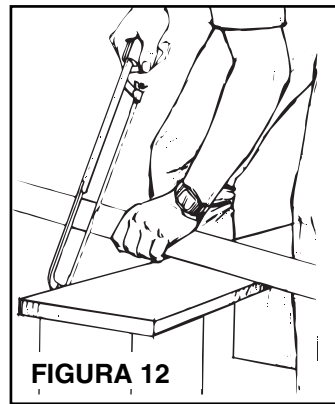

FIGURA 12
8. Véase la Figura 12. Corte el entubado, manteniendo derecho el ángulo del corte.